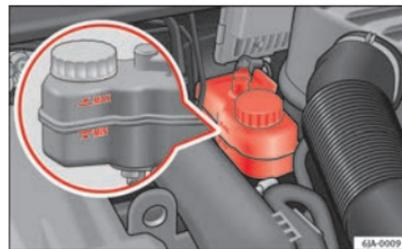

Fig. 127 Compartimento do motor: Depósito do líquido dos travões
- Verifique o nível do líquido dos travões no depósito ⇒ Fig. 127. O nível deve estar sempre entre as marcas «MIN» e «MAX».